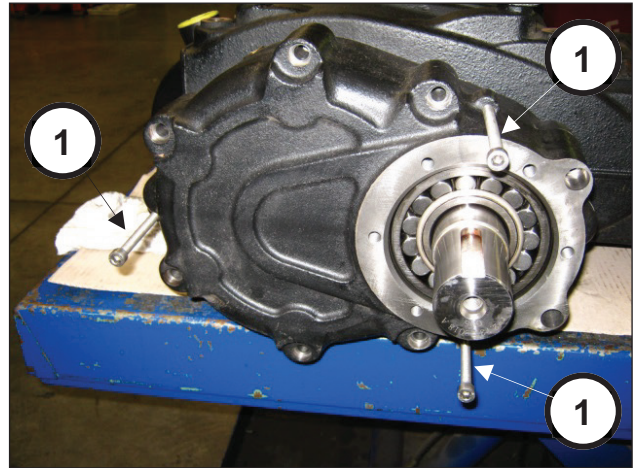

图7
通过提取器在专用孔中定位3个螺栓或M8螺纹螺丝 (部件号①, 图7)。